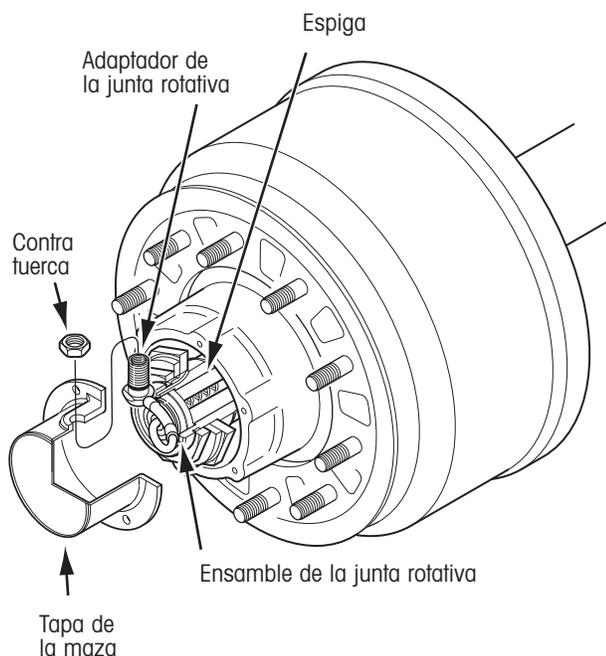

Figura 47. Desensamble del adaptador de la junta rotativa
1. Retire la tuerca del adaptador de la junta rotativa y quite la tapa de la maza (figura 47).